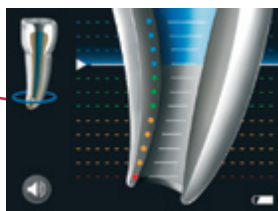

Fig. 1
**1** Nell'APEX ZOOM, le **tacche blu** (vedere Fig. 1) rappresentano la cosiddetta "zona di avvicinamento": ciò significa che la lima si sta avvicinando alla posizione della lunghezza di lavoro.